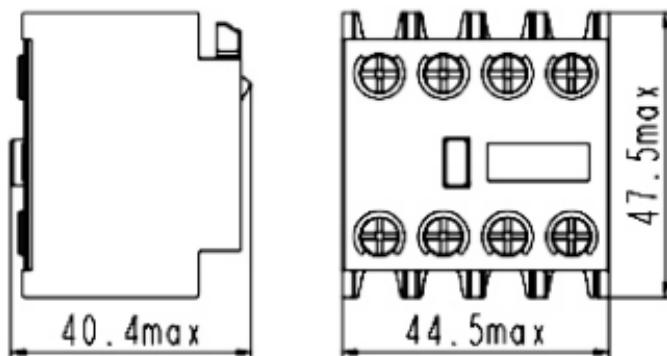

图2 辅助触头组 (4组) 外形尺寸
5.2 辅助触头组 (4组) 外形尺寸, 见图2。型号规格重量见箱贴。